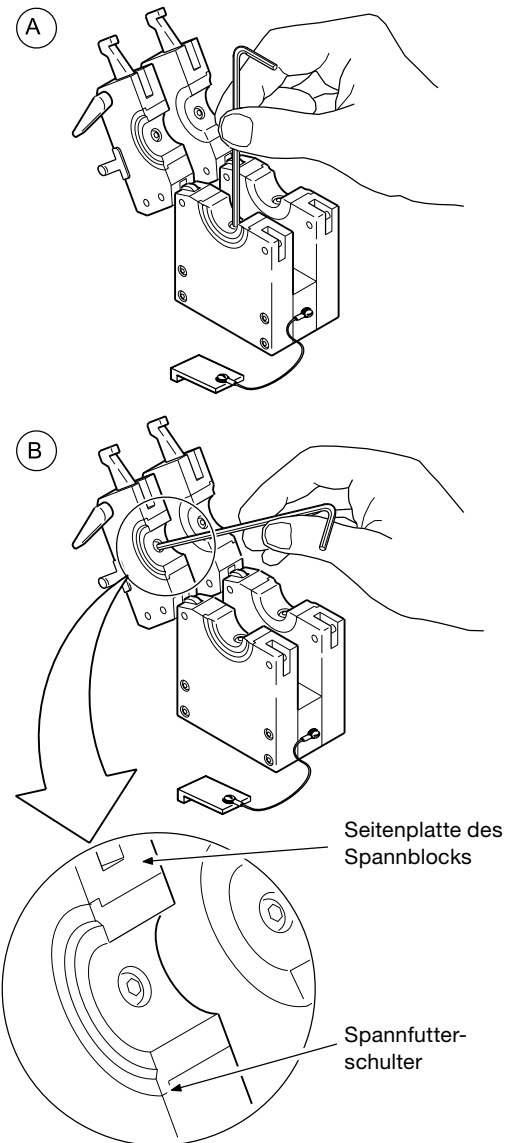

Abbildung 13 Installieren der Spannfutter
2. Die Spannfutterhälften in der oberen und der unteren Seitenplatte einsetzen und die Spannfutterschrauben festziehen. Sicherstellen, dass die Spannbacke bündig mit der Seitenplatte abschließt. Siehe Abbildung 13 (B).